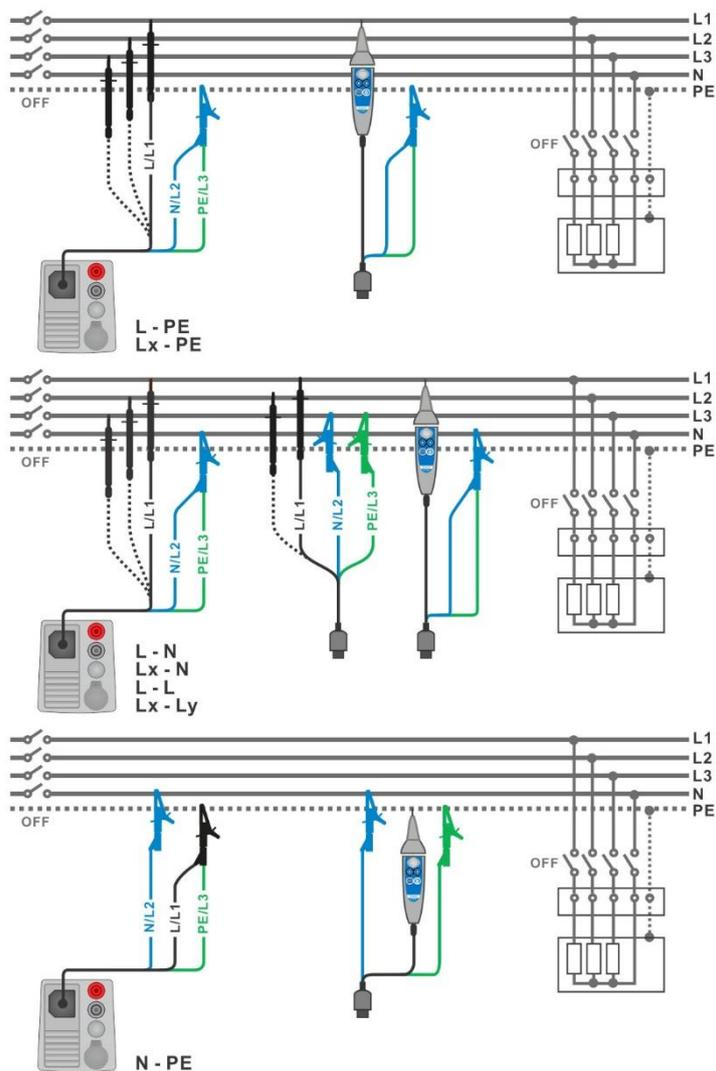

Abbildung 7.7: Anschluss des 3-adrigen Prüfkabels und der Commander-Prüfspitze
- › Schließen Sie die Prüflleitungen am Prüfobjekt an (siehe **Abbildung 7.7**). Der 3-adrige Standard-Prüfleiter, ein Schuko-Prüfkabel oder Stecker / Commander-Prüfspitze kann für den Isolationstest verwendet werden.